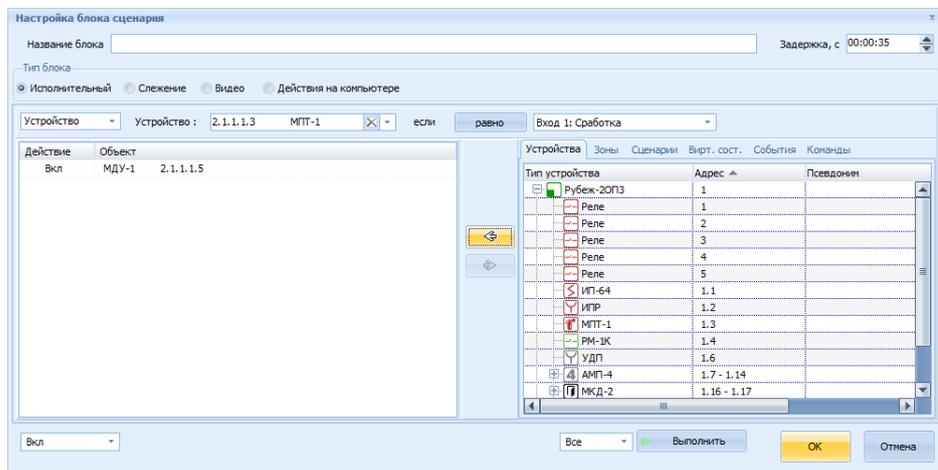

Рисунок 9.40 – Окно «Настройка сценария», дополнительное условие в исполнительном блоке
- 4) в окне «Настройка сценария» в выпадающем меню выбрать Устройство. Появится поле **Устройство**, в котором необходимо выбрать МПТ-1 (рисунок 9.40);